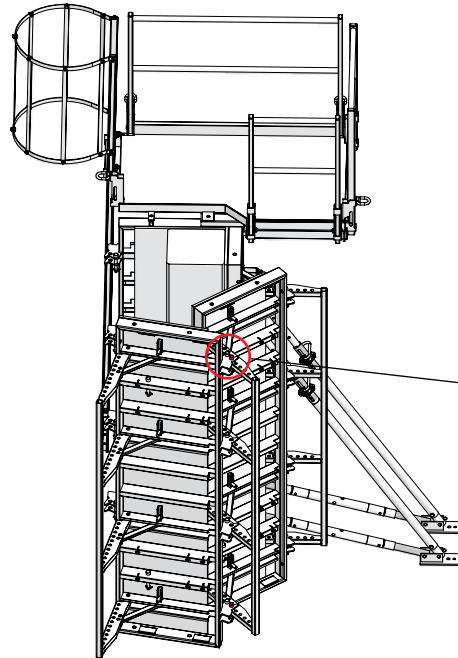

Abb. 13.1
5. Die Stützenschalung so weit aufschwenken, bis die Befestigungslasche und die Lochleiste mit dem Sicherungsbolzen 2 arretiert werden können (Abb. 13.1 und 13.2 Detail).